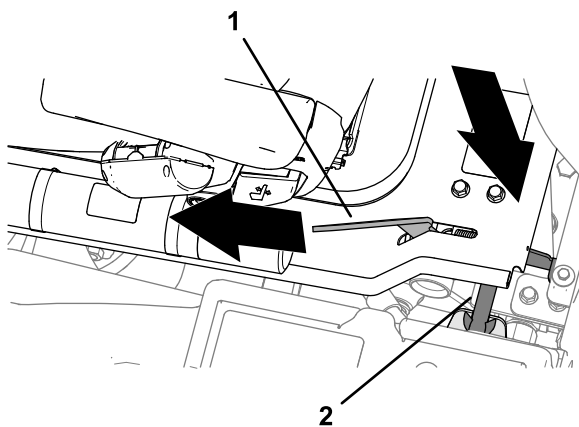

Figura 51
2. Quando la pedana si è abbassata quasi completamente, spostate la maniglia di fermo della pedana (Figura 51) verso la parte anteriore della macchina.